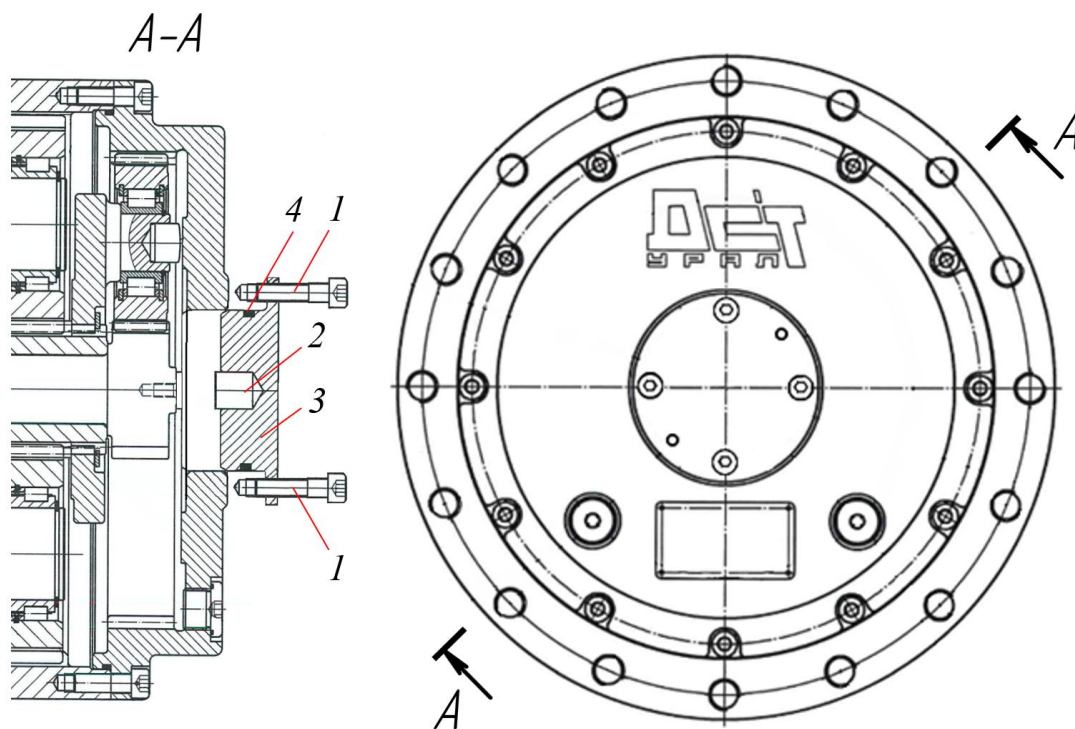

Рисунок 3.91. Извлечение крышки
- ▶ Извлечь с помощью вспомогательных винтов крышку поз. 3, с роликом упорным поз. 2 и уплотнительным кольцом 4, см. рис. 3.91
- ▶ Проверить состояние уплотнительного кольца 4, рис. 3.91. При необходимости заменить поврежденное уплотнение.
- ▶ Вывернуть два вспомогательных винта М6х30 из крышки 3, затем вставить крышку с упорным роликом 2 и уплотнением 4 в корпус редуктора, рис. 3.91.